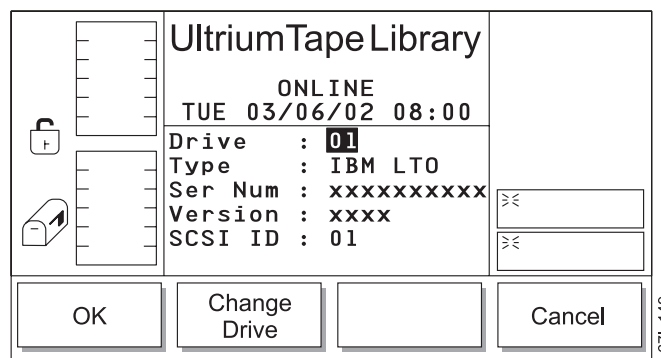

Abbildung 67. Laufwerkdialog
- Wählen Sie zum Überprüfen des derzeit auf einem Laufwerk geladenen Firmware-Standes **Status** → **Drives** aus. Der Laufwerkdialog erscheint (siehe Abb. 67).
Tabelle 19. Übersetzung von Abb. 67 auf Seite 88, Laufwerkdialog